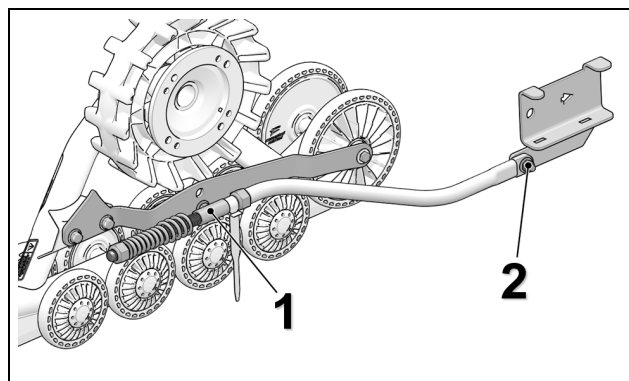

Figure 8
- Le bras stabilisateur doit être fixé au système de traction (1) et à l'ancrage arrière (2) installé au véhicule. Voir la Figure 8.
*NOTE: L'ancrage arrière (2) installé sur le véhicule peut différer de celui montré dans l'illustration.*